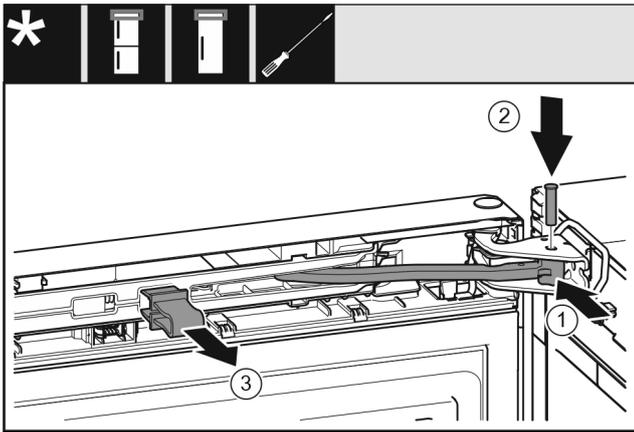

Fig. 24
- ▶ Gelenk Fig. 24 (1) in Lagerbock drehen.
- ▶ Bolzen Fig. 24 (2) in Lagerbock und Gelenk einsetzen. Dabei darauf achten, dass der Rastnocken korrekt in der Nut sitzt.
- ▶ Sicherung Fig. 24 (3) abnehmen.